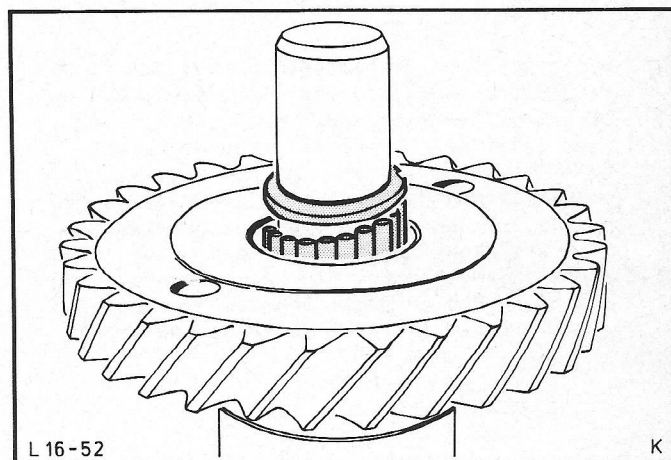

Fig. 26 Lagernaalden met vulringen monteren.
41. Monteer de secundaire tandwielgroep. Breng de as met lagernaalden en vulringen aan in de secundaire tandwielgroep, fig. 26.